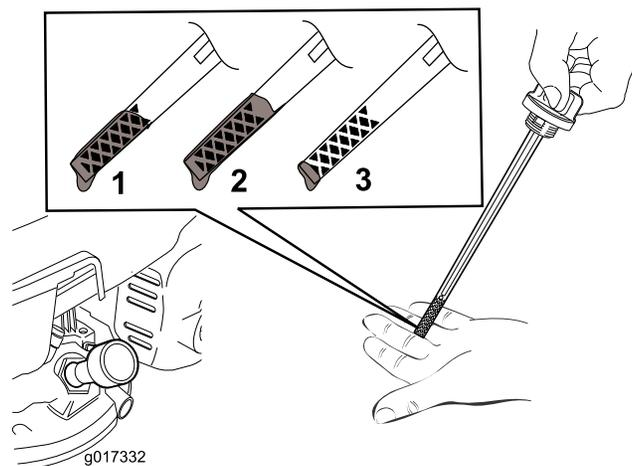

Figura 12
5. Per determinare qual è il corretto livello di olio sull'asta, vedere Figura 12.
Nota: Riempite la coppa dell'olio motore fino a quando l'asta di livello non indica che il livello dell'olio è corretto, come illustrato nella Figura 12. Se riempiete eccessivamente il motore, estraete l'olio in eccesso come indicato in Cambio dell'olio motore \(pagina 15\).